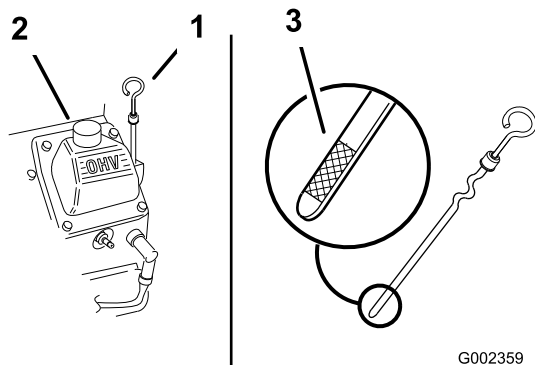

Figure 47
4. Nettoyez la surface autour de la jauge d'huile (Figure 47) pour éviter que des impuretés ne s'introduisent dans le goulot de remplissage, ce qui risquerait d'endommager le moteur.
5. Retirez la jauge d'huile et essuyez soigneusement l'extrémité (Figure 47).
6. Enfoncez la jauge complètement dans le goulot de remplissage (Figure 47).
7. Versez avec précaution environ 80 % de la quantité d'huile spécifiée dans le goulot de remplissage (Figure 47).